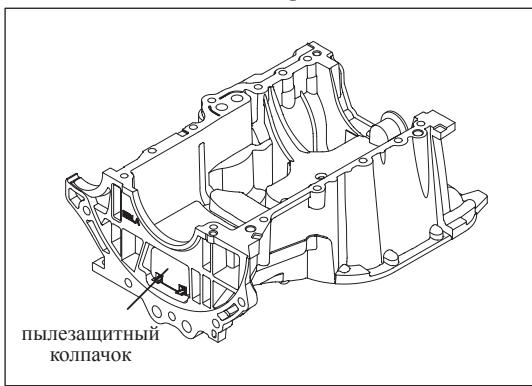

Рис. 13-4-8. Установка пылезащитного колпачка нижней части блока цилиндров
(3) Установка пылезащитного колпачка нижней части блока цилиндров
- » Установить пылезащитный колпачок в необходимом положении в нижней части блока цилиндров (см. Рис. 13-4-8) и проверить надежность, надежно ли он закреплен.